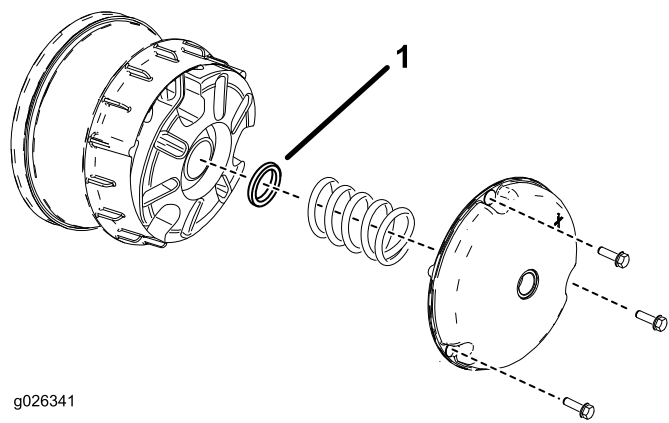

Figura 61
2. Rimuovete i bulloni che fissano il carter della frizione principale come illustrato in Figura 61.